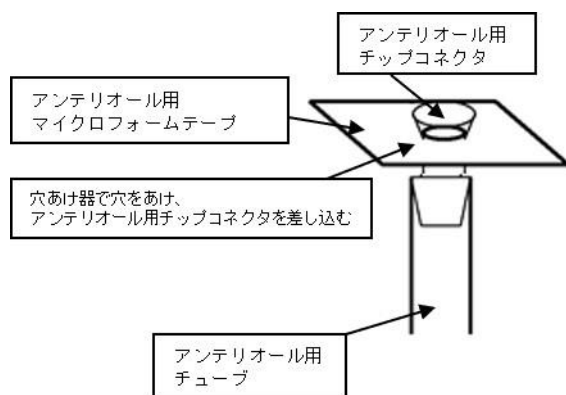
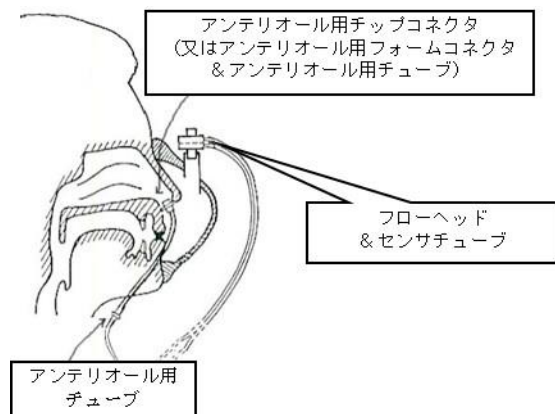

図1
図2
- (1)同梱の穴あけパンチでアンテリオール用マイクロフォームテープに穴をあけ、粘着面からアンテリオール用チップコネクタを押して通す。そこにアンテリオール用チューブを差し込む。(図1、参照)又は、アンテリオール用フォームコネクタが、患者の鼻孔に合えばそれを利用する。
- (2)消毒用アルコール等で鼻周囲の脂を取り除く。
- (3)作成したアンテリオール用チューブ(図1)又は、アンテリオール用フォームコネクタを装着したアンテリオール用チューブを鼻の片方に固定する。(図2、参照)